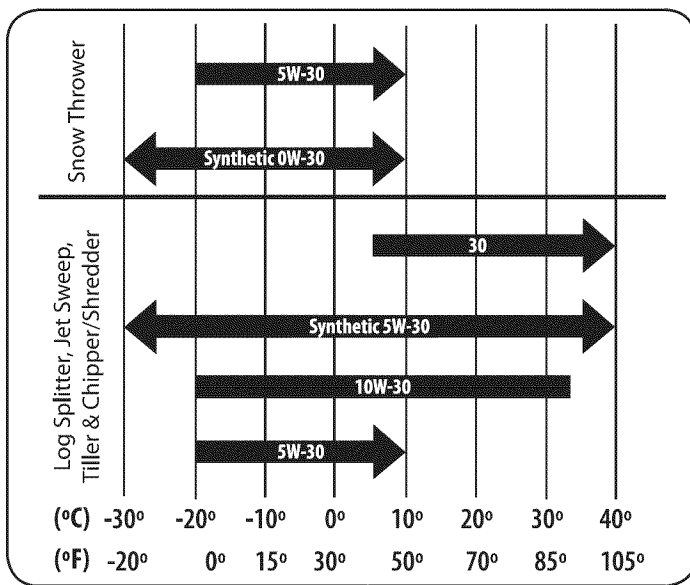

Figura 24
- Consulte la tabla de viscosidad (Figura 24) para las recomendaciones del petróleo. No llene demasiado. Use un 4 tiempos, o un detergente de alta equivalente, de primera calidad el aceite de motor certificado para cumplir o exceder los requisitos de EE.UU. fabricante de automóviles para la clasificación de servicios de un nivel mínimo de SF o SG (calificaciones más altas Nota es aceptable como SJ, SL y los grados SM). El aceite de motor mostrará esta denominación en el envase.